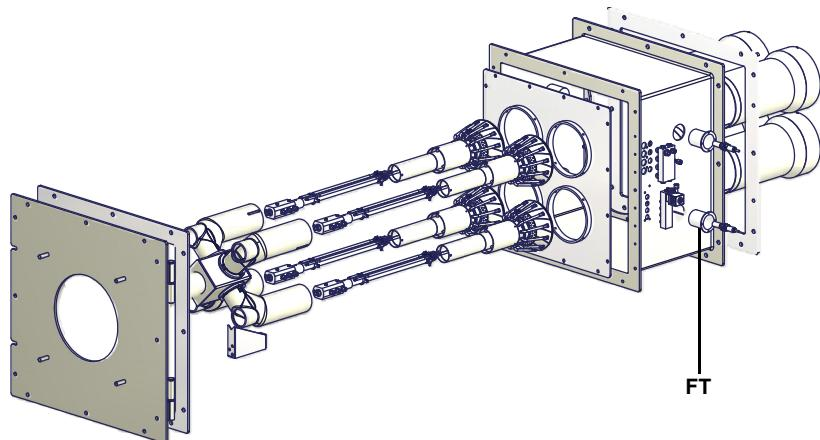

Рис. 25
- Почистить и проверить патрон дизельного фильтра, в случае необходимости заменить его (см. Рис. 25);
- Демонтируйте, проверьте и очистите головку горения (см. Рис. 25).